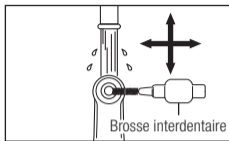

Fig. 11
- ② Nettoyez autour de l'orifice d'insertion de la fraise pendant 15 secondes ou plus avec une brosse interdentaire (épaisseur de fil de 0,7 mm) conforme à la taille 4 selon la norme ISO 16409. (Fig. 11)